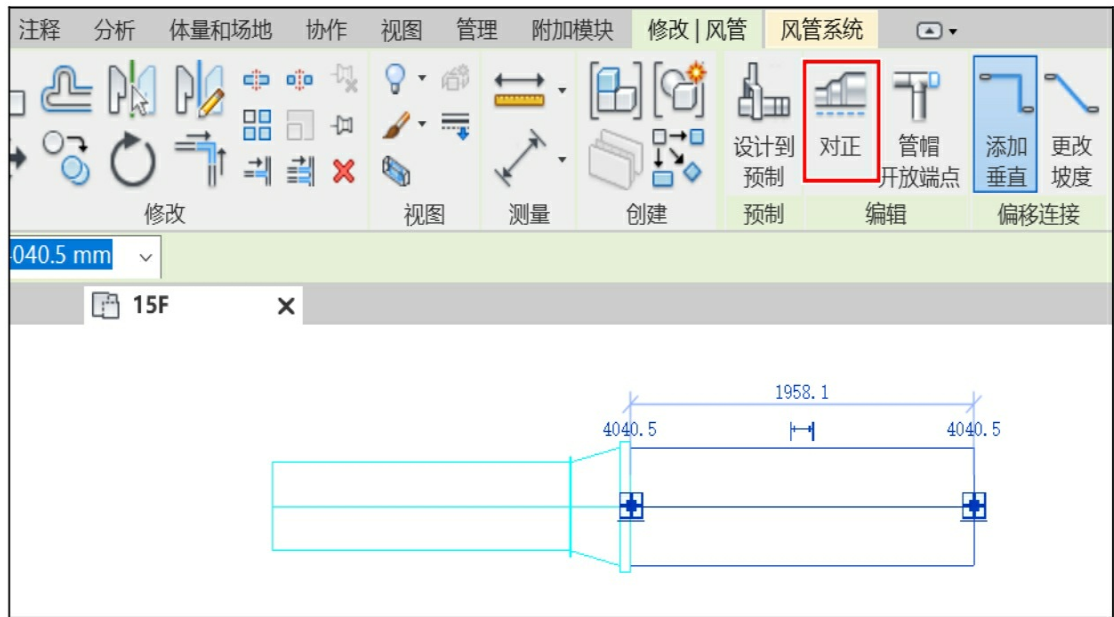

图2-112
(2) 在大部分情况下，风管的安装都需要不同管径的风管顶部对齐，可以选择风管的对齐方式。在选中需要对齐的风管后，在选项卡中会出现“对正”一项，如图2-112所示。